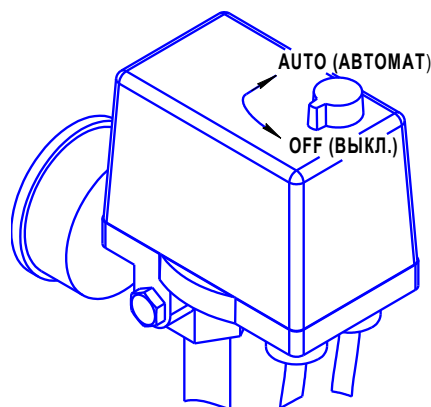

Рисунок 4
- 1 Проверьте, чтобы выключатель на прессостате находился в выключенном положении "OFF" (см. рисунок 4).
- 1 Выключить компрессор выключателем на прессостате. Для этого необходимо переключить выключатель в положение "OFF" (см. рисунок 4). После этого остановится электродвигатель и произойдет сброс давления из нагнетательного воздухопровода и поршневого блока.
7.3.2 Компрессор оборудован устройством защиты от перегрузок. При нарушении питания электрической сети, а также при работе с ПВ более 60% возможно автоматическое срабатывание защиты двигателя. Для пуска компрессора после срабатывания защиты выполните следующие действия: после того, как двигатель остынет до допустимой температуры, переключите выключатель на прессостате в положение "OFF" (см. рисунок 4), а затем включите компрессор, переключив выключатель в положение "AUTO".